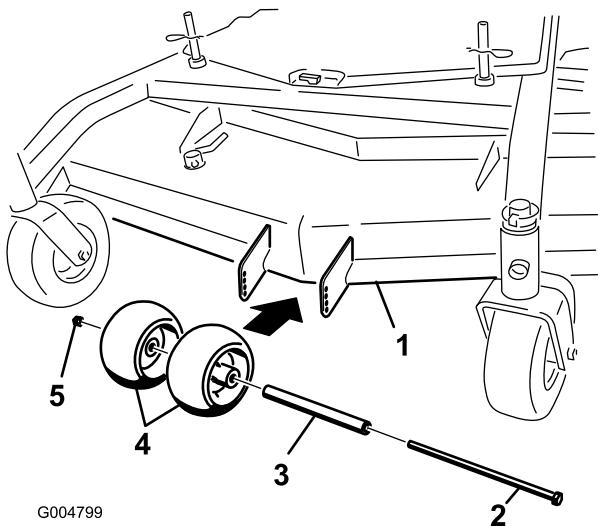
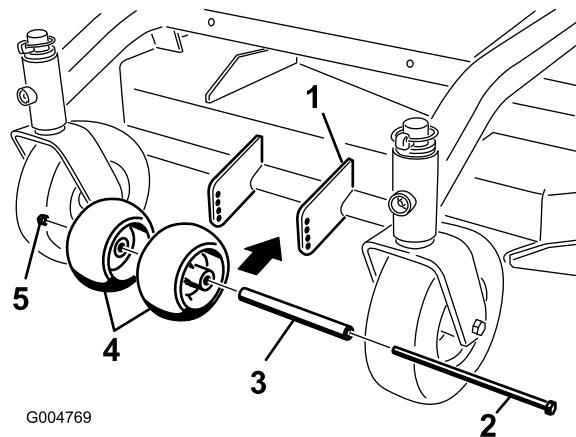
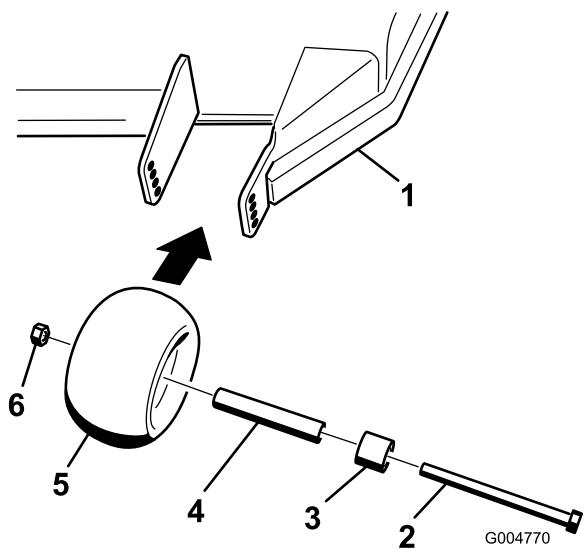

Figura 13
Figura 15
Figura 14
1. Despues de ajustar la altura de corte, revise los rodillos para asegurarse de que haya una separación mínima del suelo de 10 mm (3/8 pulg.) (Figura 13, Figura 14, Figura 15).
2. Si es necesario realizar ajustes, retire el perno, las arandelas y la tuerca (Figura 13, Figura 14, Figura 15).
3. Seleccione un taladro para que los rodillos tengan una separación mínima del suelo de 10 mm (3/8 pulg.) (Figura 13, Figura 14, Figura 15).
- Instale el perno y la tuerca (Figura 13, Figura 14, Figura 15).